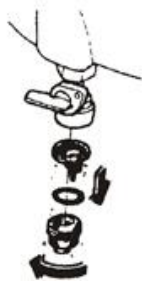

Рис. 44
7.3.1 Встановіть паливний кран в положення "OFF", та зніміть ковпачок паливного фільтра та сітчастий фільтр (Рис. 44).